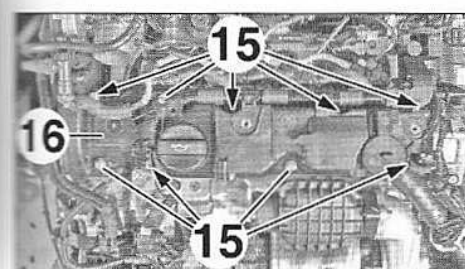

FIG.104
- Déposer (Fig.104) :
- les vis (15),
- le couvre-culasse (16).